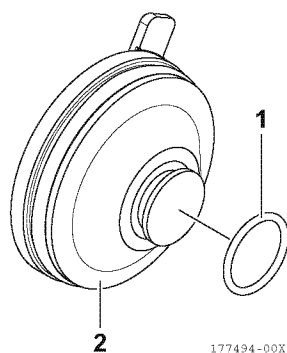

Figura 14
5. Rimuovere l'O-ring (1, **Figura 14**) dal gruppo coperchio (2, **Figura 14**).